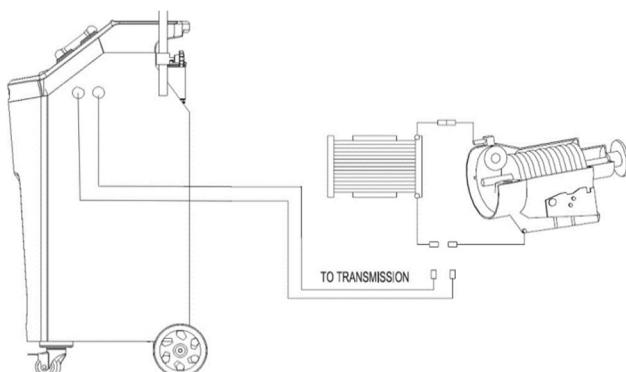

Рис. 6
1.7. Подсоедините две масляные трубы, обозначенные «К ТРАНСМИССИИ» на GD-505, к обоим концам отсоединенной масляной трубы автоматической коробки передач (нет необходимости учитывать направления потока, система автоматически распознает вход и выход), как показано на рис. 6.